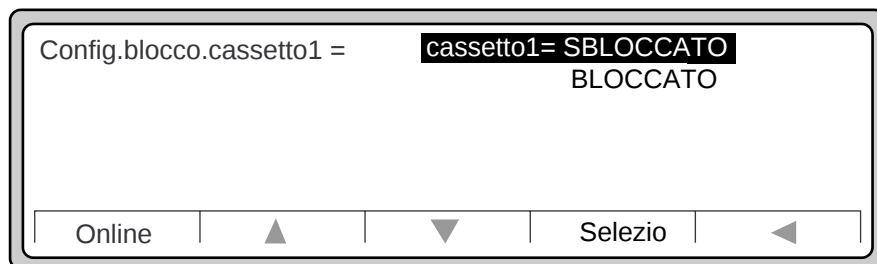

Figura 3-29 Config.blocco.cassetto1
- Ad esempio, se si desidera bloccare cassetto1, premere ► per selezionare cassetto1 (vedere lo schermo nella Figura 3-29).